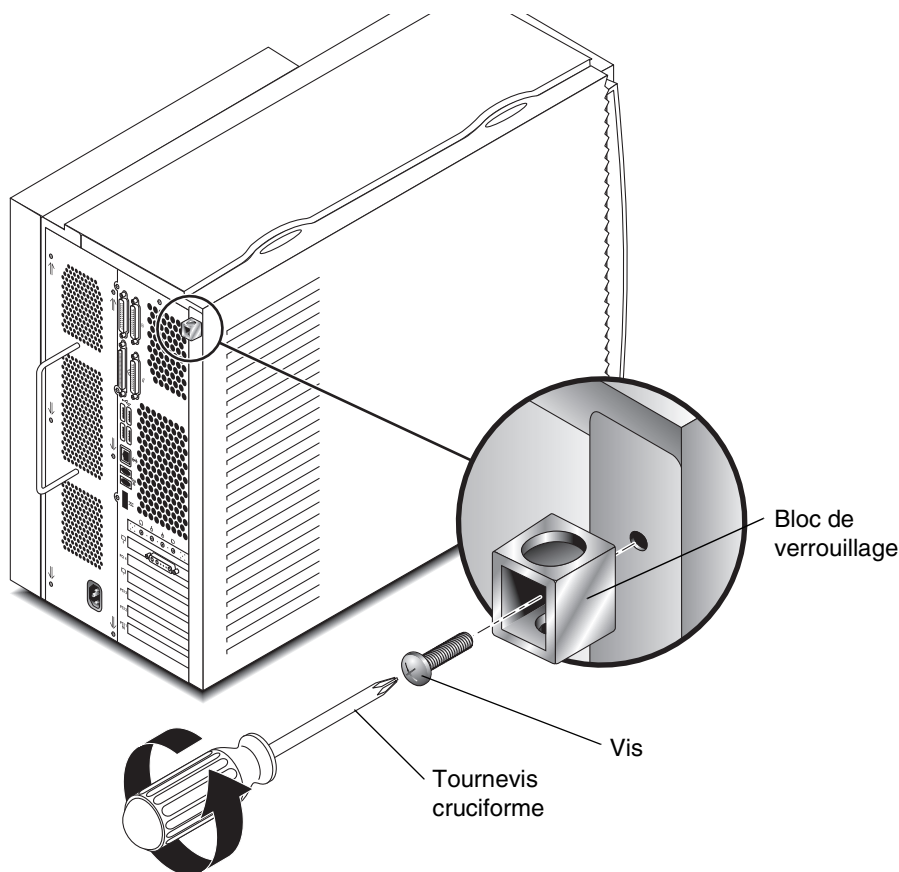

FIGURE 7 Enlèvement du bloc de verrouillage
1. Retirez le bloc de verrouillage s'il est installé (reportez-vous à la FIGURE 7).
3. Le cas échéant, installez un bloc de verrouillage sur le panneau arrière de la station de travail. Reportez-vous à la FIGURE 7.